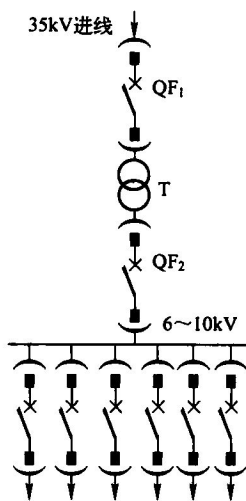

图 1-2 单台变压器的高压变电站主电路图
(2) 图例：图 1-2 为单台变压器的高压变电站主电路图，电源经过断路器  $QF_1$  → 变压器 T → 断路器  $QF_2$ ，送到母线汇流排，再向各电力支路分配电力。
(3) 图例说明：通常将对一次设备进行控制、提示、检测和保护的附属设备称为二次设备；将表示二次设备的图形符号按一定的顺序绘制成的电气图，称为二次接线图或二次电路图。